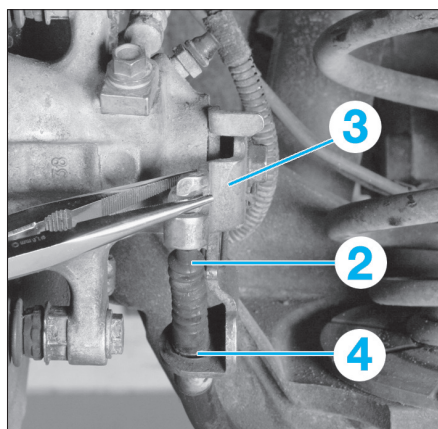
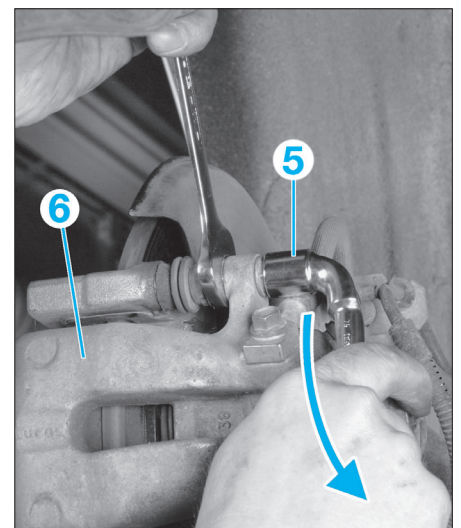

FIG. 12
FIG. 13
- Décrocher le câble (2) de frein de stationnement du levier (3) d'étrier en abaissant celui-ci (fig. 12).
- l'agrafe (4) de maintien du câble sur le support (fig. 12).
- le câble (2) de frein de stationnement.
- les vis de colonnette (5) d'étrier en maintenant celle-ci à l'aide d'une clé plate (fig. 13).
- l'étrier (6).